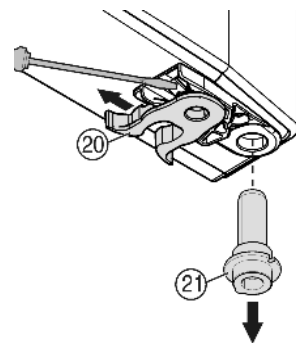

Fig. 10
- ▶ Mutați clema elastică Fig. 10 (20): împingeți în jos ciocul de blocare și extrageți clema elastică peste acesta.
- ▶ Extrageți bulonul lagărului Fig. 10 (21) din bucșa ușii și montați-l pe partea diametral opusă împreună cu șaiba corespunzătoare. Clichetul de blocare trebuie să fie orientat înspre partea interioară a ușii, în timp ce canelura înspre partea exterioară.
- ▶ Trageți ușa în jos și introduceți bolțul lagărului Fig. 10 (21) în suportul de lagăr. Dacă este necesar, rotiți bolțul lagărului, astfel încât acesta să cupleze.